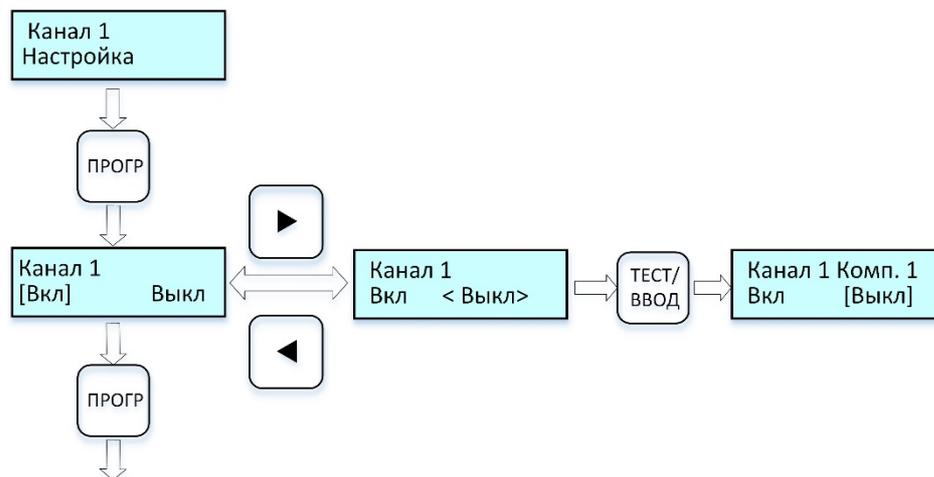

Рисунок 10 – Циклограмма выводимых сообщений на дисплей при включении/выключении выбранного канала
2.4.3.14 Для **включения/выключения канала** выполнить процедуры по циклограмме *рис. 10*: